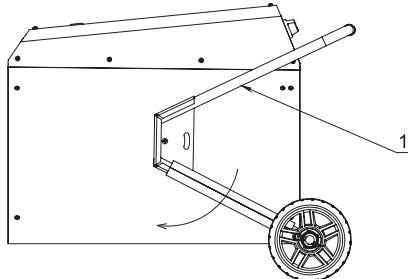
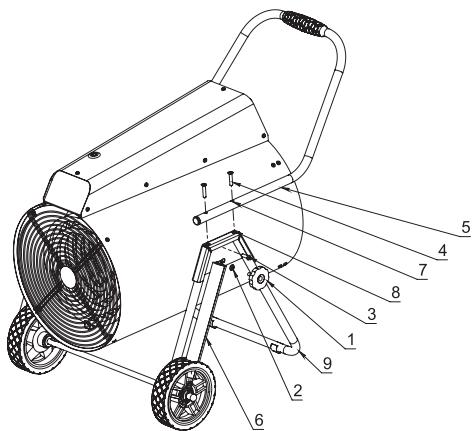

Рис. 4
Рис. 5
Перевести колесную опору (1) (Рис. 4) в горизонтальное положение, повернув её, как указанно на рис. 5.
Закрутить барашковые винты (1) и винт M6x20 (2 шт.) (3) с обеих сторон. Отверстия (7) на ручке (5) совместить с резьбовыми гайками (8) на колесной опоре и закрутить винты (4). Снять транспортировочные изолаторы (6). Прибор готов к использованию. (Рис. 5).